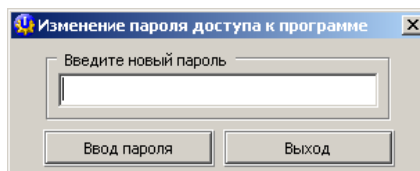

Рис. 4.2
1. В предложенном поле ввода пароля (см Рис. 4.2) необходимо набрать произвольную последовательность символов, знаков и цифр, которая в дальнейшем будет паролем доступа к программе¹. После ввода надо нажать кнопку «*Ввод пароля*».